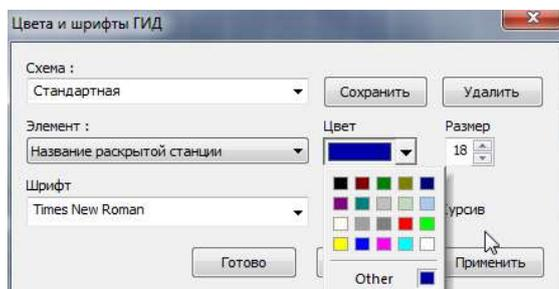

Рис.342.
9.2.6. Выберите элемент, отображение которого хотите настроить (см. рис. 342).
9.2.8. Щелчок по полю «Цвет» позволяет изменить цвет элемента (см. рис. 342).